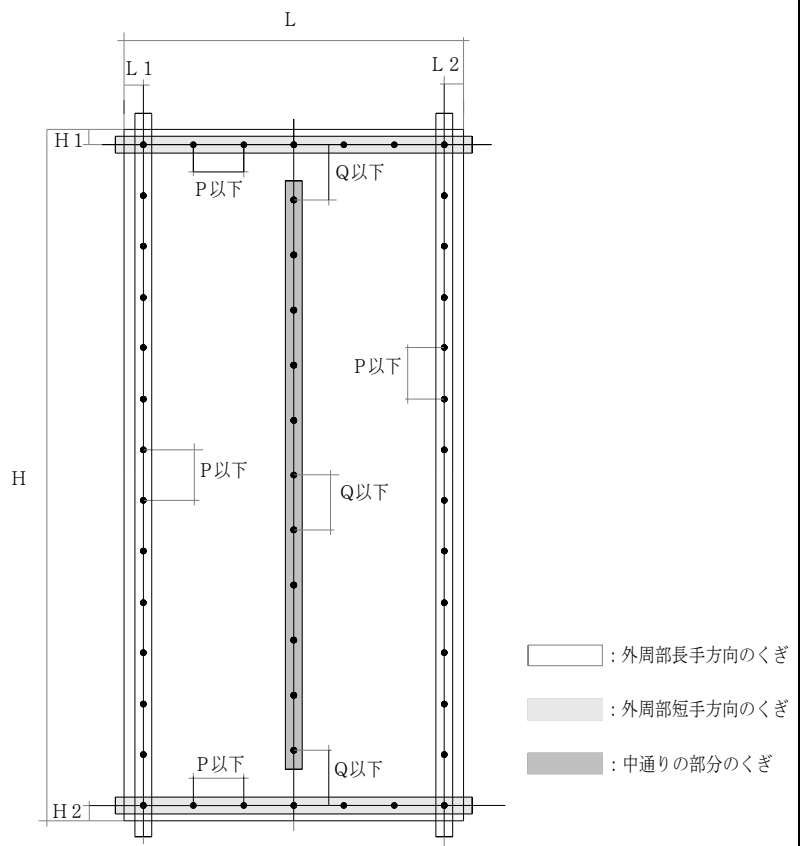

図5 タイガーEX プログレくぎ留め付け本数概略
- ・面材の外周部及び中通りの部分における、くぎ本数の算出方法について（図5参照）